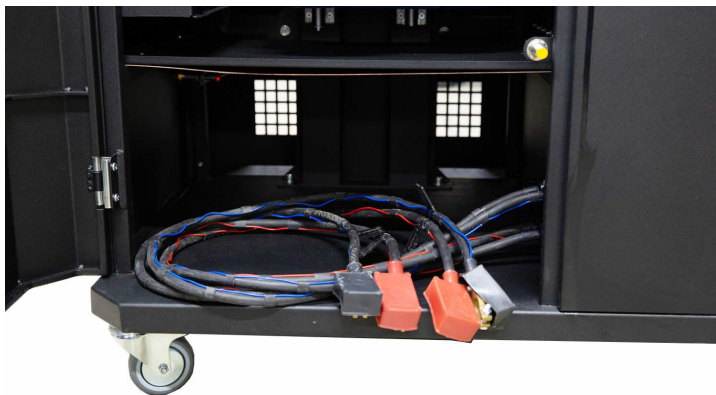

Рисунок 13. Место для размещения аккумуляторов в стенде
1) аккумуляторные батареи (АКБ) 12В, которое необходимо расположить в аккумуляторном отсеке стенда (рис. 13). Для открытия левой двери используйте ключи (поставляются в комплекте). При подключении АКБ следует соблюдать маркировку на силовых кабелях. Если подключить только одну АКБ (АКБ1 или АКБ2), то доступен будет только 12 В режим диагностики, режим 24 В и 48 В будет недоступен.